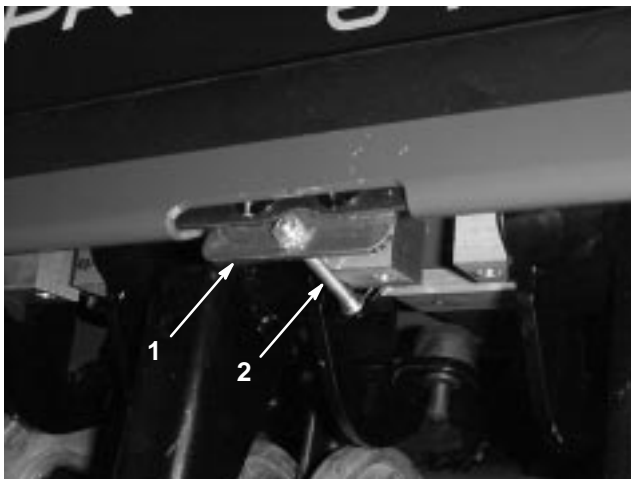

Bild 7
2. Setzen Sie die Kopfschraube in die Haubenplatte ein (Bild 7).